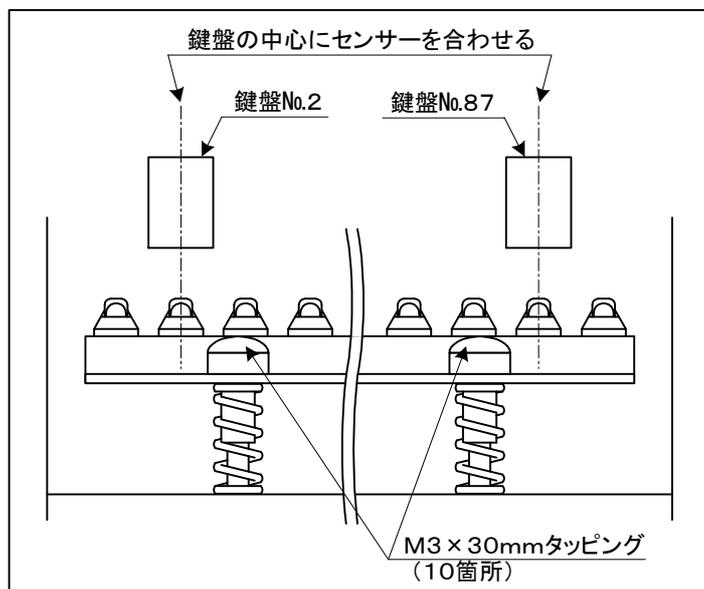

図3.4-4 キーボードユニット左右位置決め
(4) 図3.4-4の様に鍵盤No. 2とNo. 87を取り付け、センサーの中心線上に鍵盤の中心が重なるようにして左右位置を決定しネジ止めする。(M3×30mmタッピング 10本)